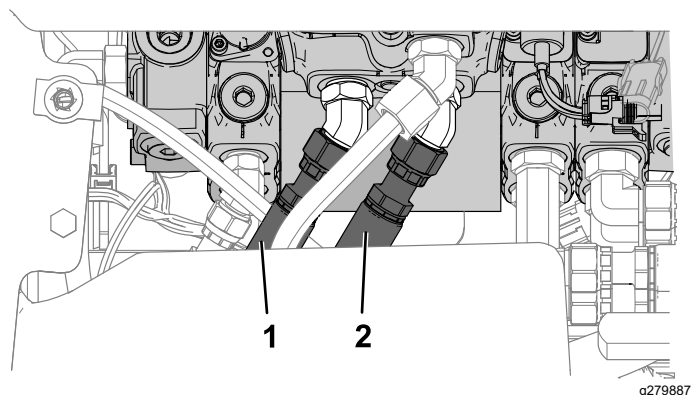

Figura 18
2. Conecte los acoplamientos rectos a los orificios vacíos en la válvula de la palanca hidráulica (Figura 18).